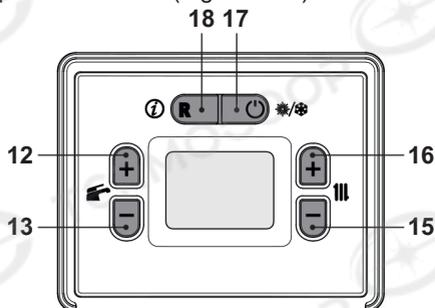
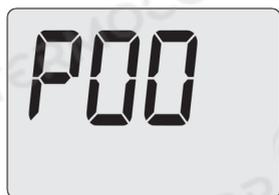

Figura 5.22
Figura 5.23
Entrare in "modalità programmazione" premendo contemporaneamente per 5 secondi i tasti 17 e 18 (Figura 5.22). Sul display appare il codice **P00** indicante l'entrata nel "parametro P00" (Figura 5.23).
• Utilizzando i tasti 15 o 16 (Figura 5.22) è possibile modificare il valore del parametro A21 (Figura 5.26).
- Premendo il tasto 12 o 13 (Figura 5.22) si ottiene la conferma del valore inserito e si ritorna alla lista parametri (Figura 5.25).
- Premendo il tasto 17 (Figura 5.22) si esce dalla "modalità programmazione".